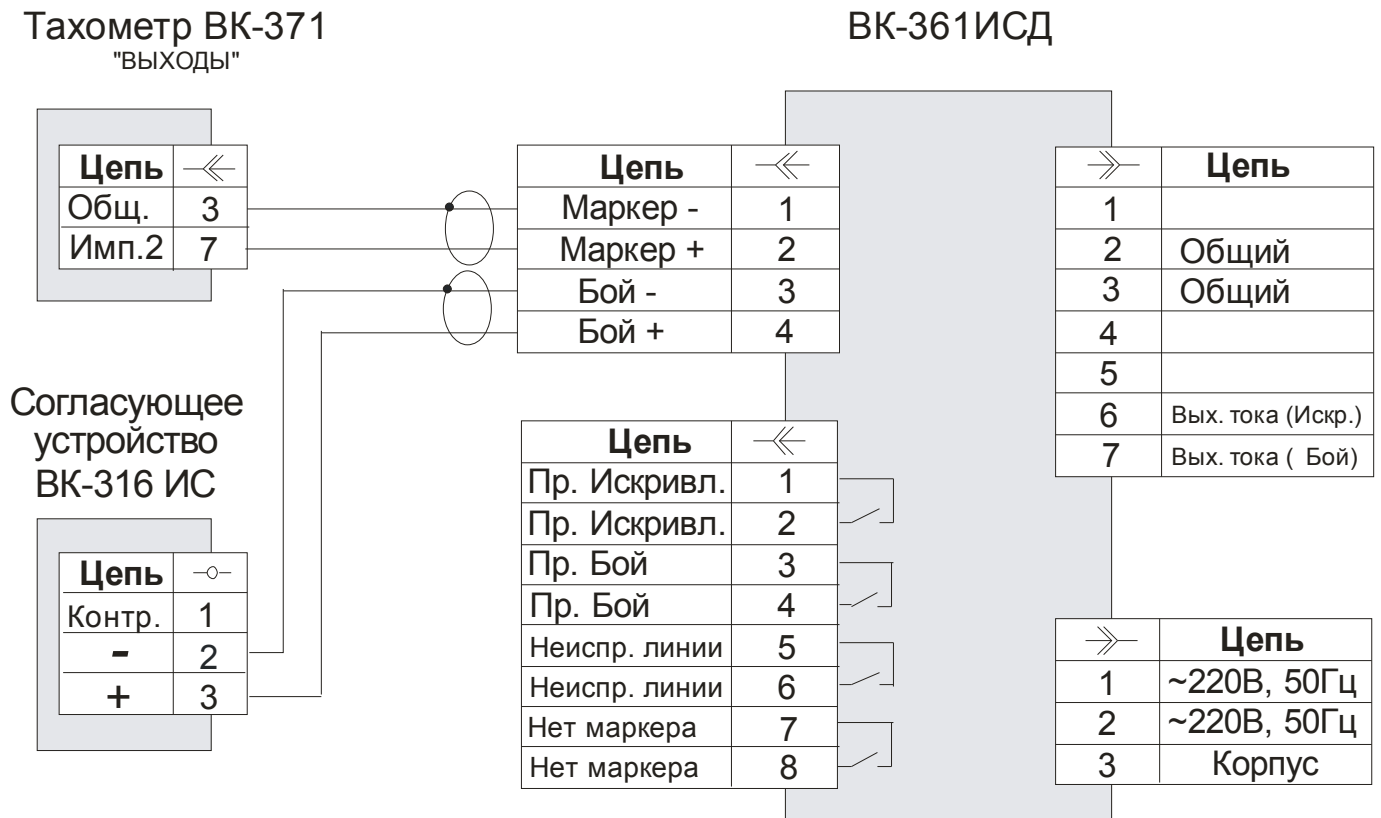

Рис. 8. Схема соединения вторичного блока ВК-361ИСД.01 с преобразователем ВК-316ИС и тахометром ВК-371.
- Датчик ВК-317 из комплекта тахометра ВК-307 устанавливается в месте, предназначенном для измерения частоты вращения ротора согласно "Тахометр ВК-307. Руководство по эксплуатации", выдерживая величину установочного зазора, указанную в паспорте на датчик (типовое значение:  $2 \pm 0,2$  мм). Подключить Тахометр ВК-317 к вторичному блоку ВК-361ИСД.01 согласно схеме, приведенной на рисунке (Рис. 8).
- Соединить кабелями вторичный блок и датчик по схеме соединения, приведенной на Рис. 8. Кабель для каждого выхода датчика должен иметь две жилы, заключенные в экран.